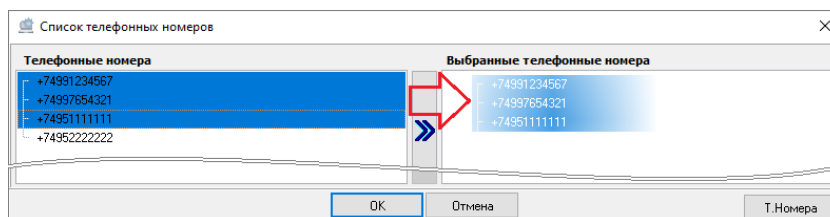

Рисунок 6-172 Привязка телефонных номеров абонента перетаскиванием
- в окне «Список телефонных номеров» в поле «Телефонные номера» выделите один или несколько телефонных номеров (для выделения сразу нескольких номеров нажмите и удерживайте на клавиатуре клавишу <Shift> для выбора диапазона или клавишу <Ctrl> для комбинированного выбора) и, удерживая нажатой левую клавишу мыши, перетащите выделенные телефонные номера в поле «Выбранные телефонные номера» (см. Рисунок 6-172).